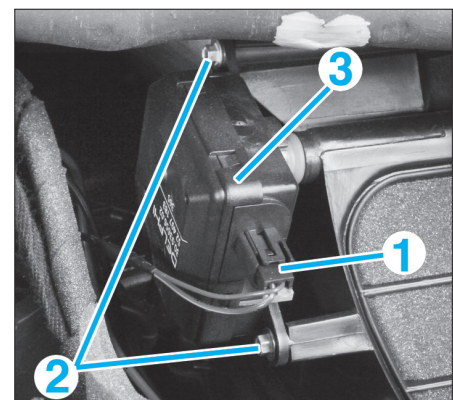

FIG. 17
- Débrancher le connecteur (1) (fig. 17).
- Desserrer les trois vis (2).
- Retirer le moteur (3) du volet de recyclage d'air.